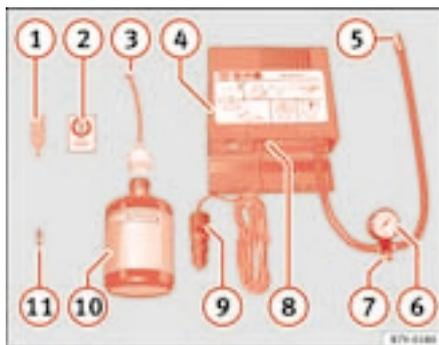

Abb. 155 Bestandteile des Pannensets
- Nehmen Sie den Aufkleber ⇒ Seite 242, Abb. 155 ② aus dem Pannenset und kleben Sie ihn im Blickfeld des Fahrers auf die Instrumententafel.
- Schrauben Sie mit dem beiliegenden Ventileinsatzdreher ⇒ Seite 242, Abb. 155 ① den Ventileinsatz aus dem Reifenventil heraus und legen Sie den Ventileinsatz auf einem sauberen Untergrund ab.
- Schütteln Sie die Reifenfüllflasche ⇒ Seite 242, Abb. 155 ⑩ einige Male kräftig hin und her. ■